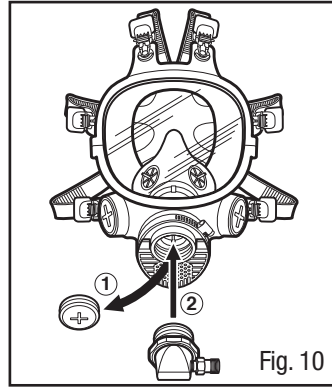

Fig. 10
1. Remova o Plugue 7890 da Peça Facial Inteira 3M™ e parafuse o Adaptador 3M™ W-3187 na abertura central (Fig. 10).